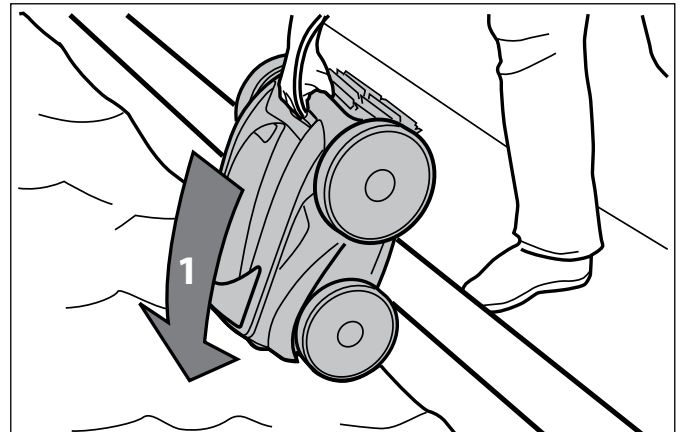

Figura 15. Sumerja el limpiador verticalmente
1. Sumerja el limpiador en la piscina y elimine el aire atrapado en su interior, manteniendo la unidad en sentido vertical (Figura 15).